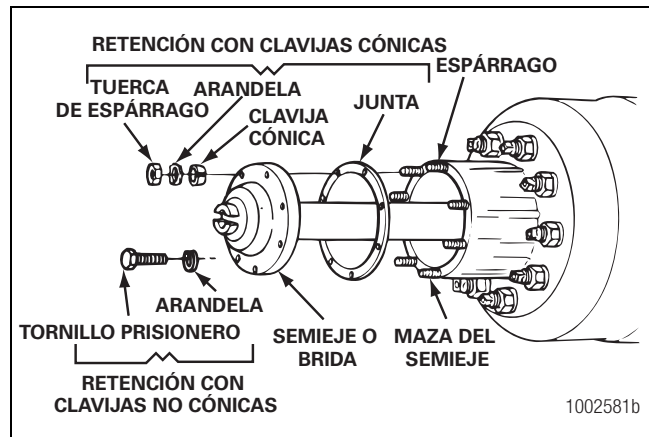

Figura 11.11
- Quite las tuercas de los espárragos o tornillos prisioneros y las arandelas de la brida del semieje. Figura 11.11.
- Afloje las clavijas cónicas, si así está equipado, de la brida del semieje. Figura 11.11. Consulte la Sección 3.
9. Quite del conjunto del eje las clavijas cónicas, la junta, si se está utilizando, y el semieje. Figura 11.11.
5. Instale la junta, si se estuviera usando, y el semieje en la caja del eje y en el portadiferencial, en el mismo lugar de donde fue quitada. La junta y la brida del semieje deben estar planas contra la maza de la rueda. Gire el semieje o el sistema de transmisión según sea necesario para alinear las ranuras y los orificios de la brida con los espárragos de la maza. Figura 11.11.